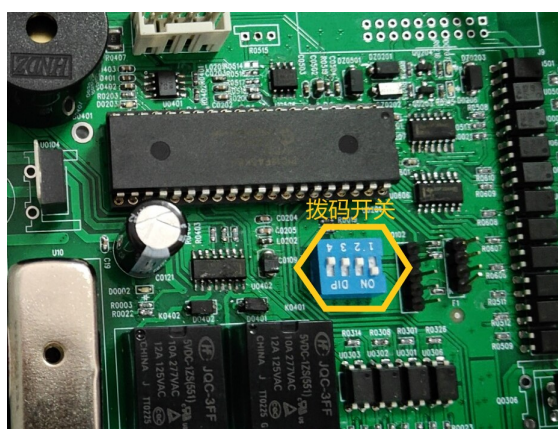

Рис.12 DIP-перемикач
- Відкрийте всі ведені блоки керування, щоб перевірити правильність налаштування DIP-перемикачів (див. рис. 12). Візьмемо для прикладу набір з 4 колонок, увімкніть 1вул.DIP-перемикач на веденій колонці 01; увімкніть 2йDIP-перемикач на підлеглій колонці 02; та увімкніть обидва перемикачі 1вул. & 2йDIP-перемикачі на 03 веденому стовпці.
- b). Відкрийте всі блоки керування веденими пристроями, щоб перевірити правильність налаштування DIP-перемикачів (див. рис. 12). Візьмемо для прикладу набір з 8 колонок: увімкніть 1-й DIP-перемикач у колонці веденого пристрою 01; увімкніть 2-й DIP-перемикач у колонці веденого пристрою 02; увімкніть обидва 1-й та 2-й DIP-перемикачі у колонці веденого пристрою 03; увімкніть 3-й DIP-перемикач у колонці веденого пристрою 04; увімкніть 1-й та 3-й DIP-перемикачі у колонці веденого пристрою 05; увімкніть обидва 2-й та 3-й DIP-перемикачі у колонці веденого пристрою 06; увімкніть усі три DIP-перемикачі у колонці веденого пристрою 07.